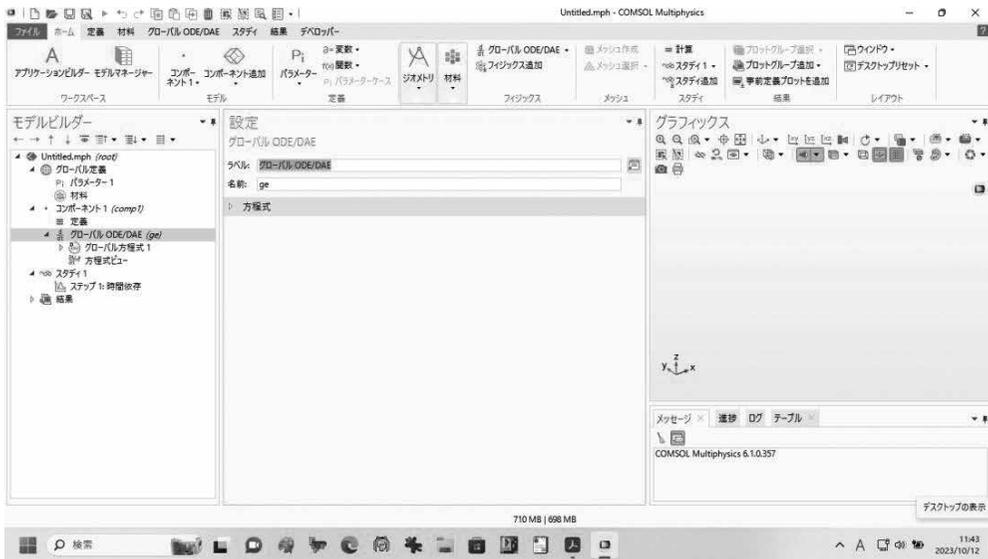

図5 モデルビルダーの画面
6. 暫く待つと、図5のような画面が表示される。
ステップ 1 で保存した ex01.mph のアイコンをダブルクリックすると、COMSOL Multiphysics® が起動し、再びモデルビルダーの画面 (図 5) が表示される。
1. モデルビルダー (図5) 上部のリボンメニューの「スタディ」タブをクリックし、「スタディステップ」グループの中の「パラメトリックスイープ」をクリックする。